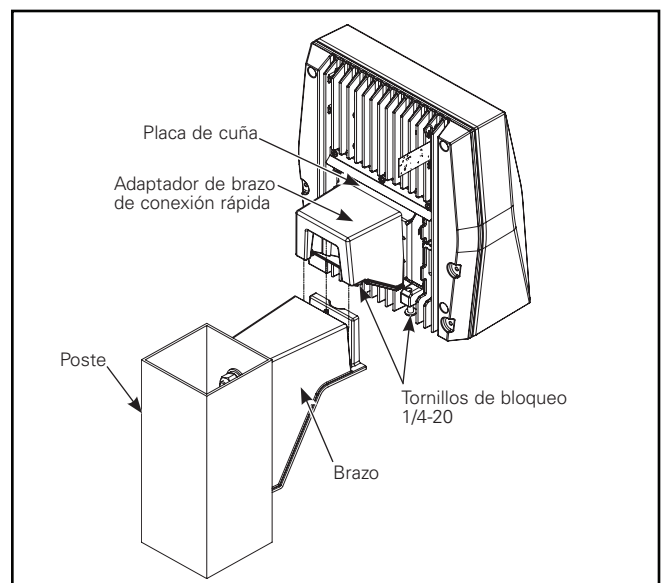

Figura 12.
4. Conecte el adaptador de conexión rápida a la luminaria, tirando de los cables de suministro de la luminaria a través del orificio central de la placa de cuña. Apriete los (2) tornillos de bloqueo de 1/4-20 en el dispositivo a 20 in-lbs. (Figura 12.)